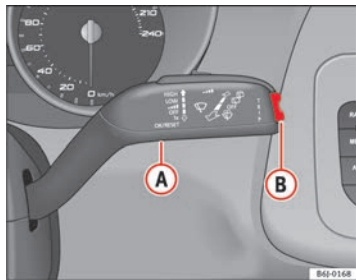

Abb. 31 Scheibenwischerhebel: Taste A und Wipptaste B
- Bei eingeschalteter Zündung kurz die Taste $\Rightarrow$ Abb. 31 **A** am Scheibenwischerhebel betätigen, um zwischen den beiden Speichern zu wechseln.